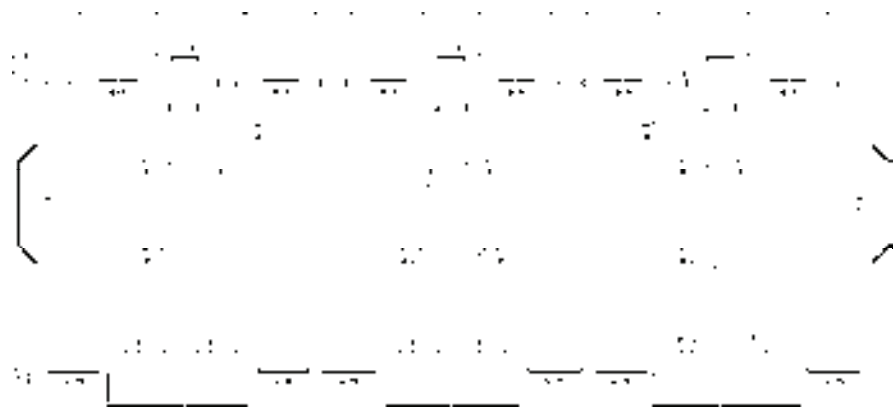

图 14-97 绘制直线
17) 绘制局部屋顶。调用“直线”命令, 绘制直线, 结果如图 14-97 所示。